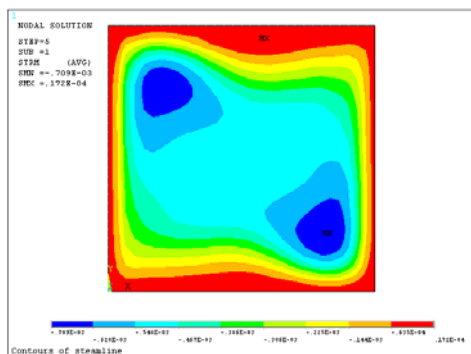

图 8-84 流线型等值线图
⑤依次选择 Utility Menu→File→Change Title, 会弹出“Change Title”对话框, 在输入框中输入“Contours of streamline”, 单击“OK”按钮关闭该对话框。
⑥重复第⑤步操作。在“Item to be contoured”列表框中依次选择 Other FLOTTRAN Quantities→Stream function - 2D, 单击“OK”按钮, ANSYS 窗口将显示如图 8-84 所示的流线型等值线图。